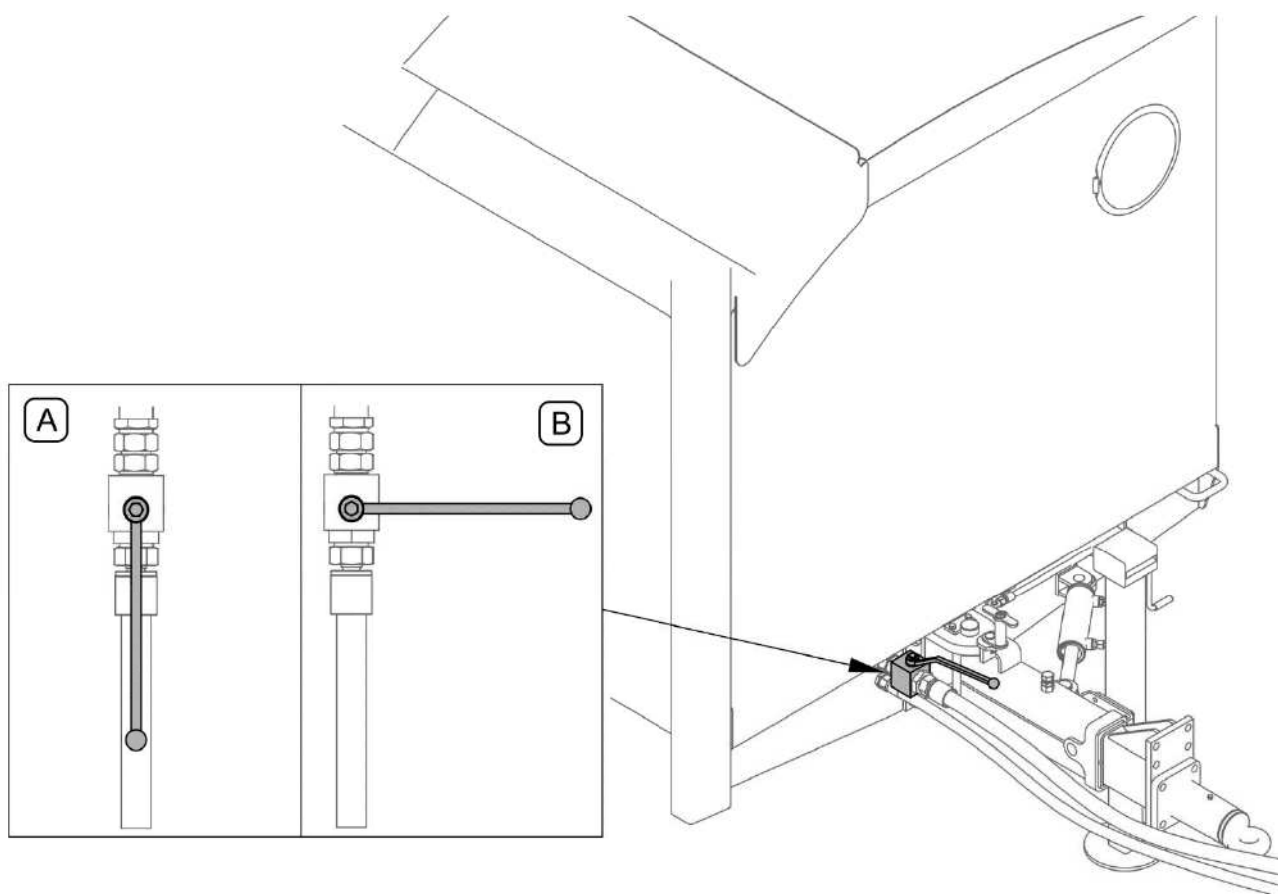

РИСУНОК 4.8 Клапан гидравлической системы
- Убедиться, что клапан гидравлической системы открыт (РИСУНОК 4.8)
Во время работы машины клапан на питающем гидропроводе должен быть открыт (РИСУНОК 4.8).
Перед запуском необходимо убедиться в том, что клапан гидравлической системы (РИСУНОК 4.8) открыт (положение А). Клапан должен закрываться только в случае замены питающего насоса, мультипликатора или гидропроводов.